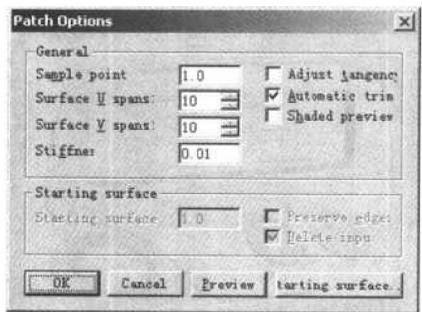

图 1.19 Patch Options 对话框
- (6) 选择 Patch (补丁) 工具，依次点取柱面的边缘和点，单击鼠标右键确定，出现 Patch Options 对话框，参数设置如图 1.19 所示，单击 OK 按钮确定。